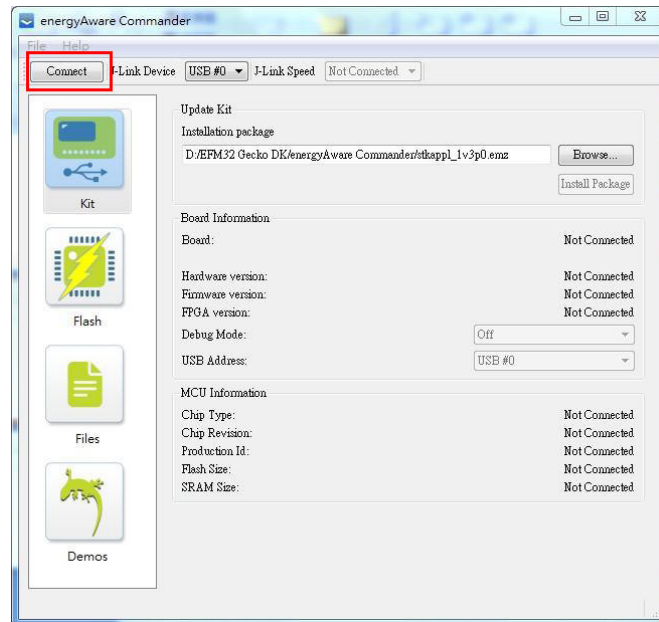

图 3.3 连接板载仿真器
- (1) 按照前文描述的硬件连接步骤，将仿真器与 MCU 的调试接口进行正确连接。
- (2) 将 STK 开发板的 USB 接口连接到 PC 端，运行 energyAware Commander 软件，并点击【Connect】按钮，如图 3.3 所示。